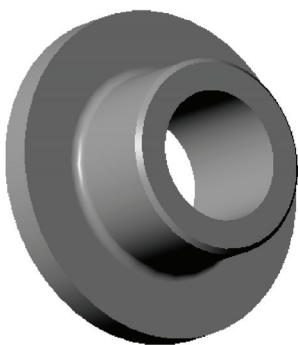

图 8-104 打开模型文件
STEP 01 单击快速访问工具栏中的“打开”按钮, 打开模型文件, 如图 8-104 所示。